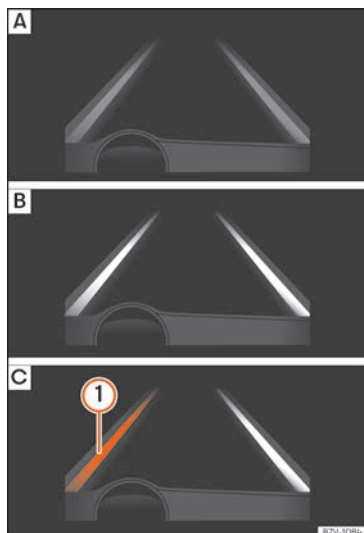

Fig. 269 En la pantalla del cuadro de instrumentos: indicación en la pantalla del sistema de aviso de salida del carril.
- **fig. 269 A:** El sistema está activado, pero no disponible, bien por no haber alcan-
- **fig. 269 B:** El sistema está activado y disponible, tiene las dos líneas del carril reconocidas. En este momento no está corrigiendo la trayectoria.
- **fig. 269 C:** El sistema está trabajando, la línea resaltada ① indica que había riesgo de sobrepasar la línea de carril involuntariamente y está actuando sobre la dirección para corregir la trayectoria.